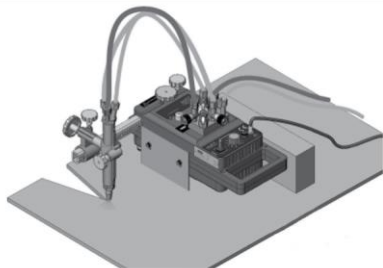

Bild 8 Schneiden mittels Bündelführung
4.6. schneiden von bändern mittels führung aus zusatzProfil (SIEHE BILD 8)
4.6.1. verwenden sie das Metallprofil (am besten in v-Form), dessen Höhe wenigstens 15 mm beträgt und befestigen sie es am blech gemäß dem bild 8.